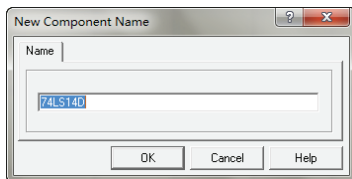

图 3-83 “New Component Name”对话框
10) 保存已绘制好的元器件。选择“Tools”→“Rename Component”命令，打开“New Component Name (修改元器件名称)”对话框，如图 3-83 所示，将元器件名称改为“74LS14D”。然后选择“File”→“Save”命令将元器件保存到当前元器件库文件中。